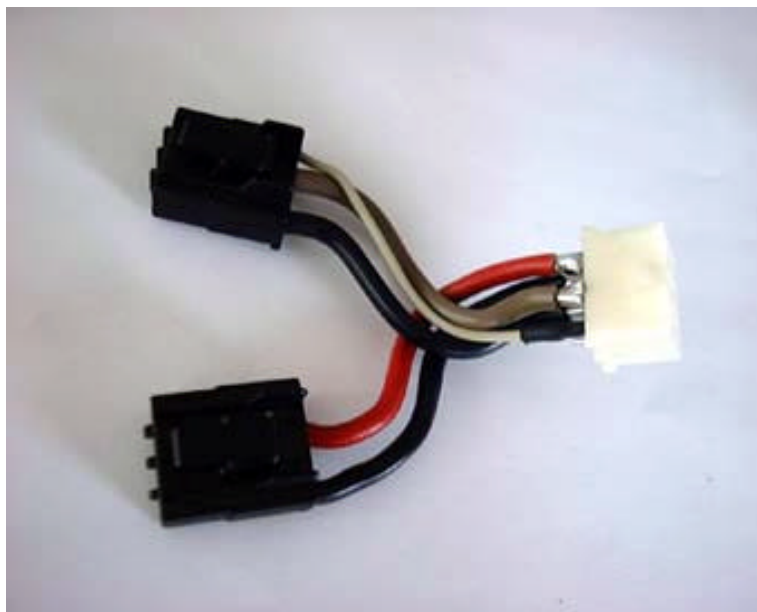

Figura 2 "Adattatore"
Eventualmente è disponibile un adattatore (Figura 2) che esegue le connessioni sopra.
- Figura 2 "Adattatore"